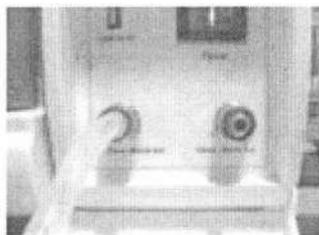

Рис. 22
12.1 Емкость для хранения дистиллированной воды каждую неделю необходимо промывать раствором дезосредства, а затем чистой водой (см. рис. 22) Опорожните емкость через отверстие для сброса дистиллированной воды, затем залейте раствор дезосредства на 1 час, слейте раствор и промойте емкость и коммуникации дистиллированной водой.